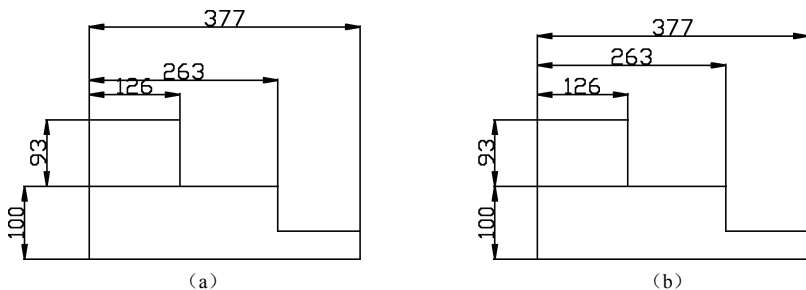

图 8-49 调整尺寸间距
(1) 选择基准标注: 选择作为调整间距的基准尺寸。
(2) 选择要产生间距的标注: 选择要修改间距的尺寸, 多个应用交叉窗口同时选择。
(3) 输入值: 输入间距值。
(4) 自动(A): 使用自动间距值, 一般是文字高度的两倍。
**【例 8.17】** 将如图 8-49 (a) 所示的水平标注的尺寸调整成自动间距, 并将垂直标注的尺寸对齐, 结果如图 8-49 (b) 所示。